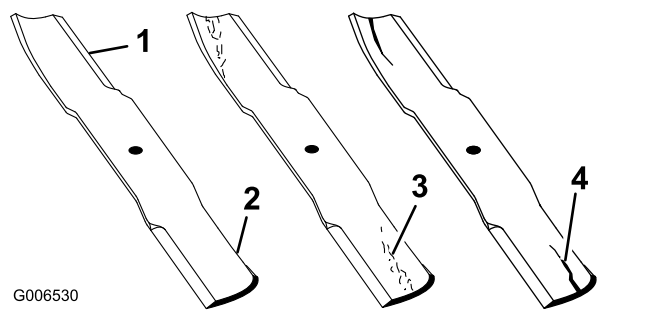

Figura 28
1. Inspectați marginile de tăiere (Figura 28).
4. Dacă observați orice crăpături, urme de uzură sau formarea unei fante în această zonă, instalați imediat o lamă nouă (Figura 28).